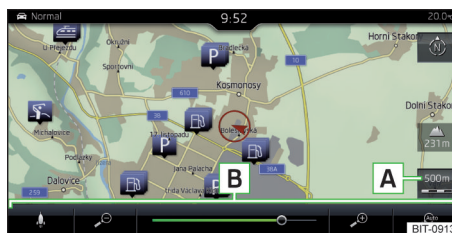
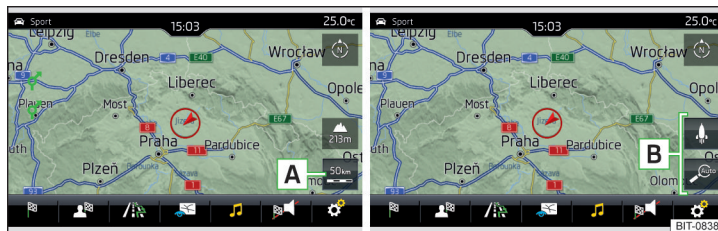

Fig. 228
Fig. 229 Superficies funcionales para el cambio de la escala del mapa: Infotainment Amundsen
► Pulse la superficie funcional **A** » fig. 228 o » fig. 229.
En el área **B** » fig. 228 o » fig. 229 se visualizan las superficies funcionales para el cambio de escala del mapa.
- Pulsar la superficie funcional **A** » fig. 228 y utilizar el control deslizante o pulsar la superficie funcional **B** » fig. 228 (válido para el Infotainment Columbus).